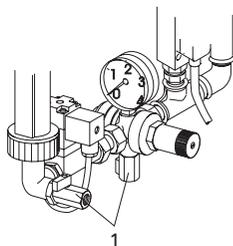

Рис. 9: Система подачи воды
- Убедитесь, что закрыты краны воды (Рис. 9, 1)